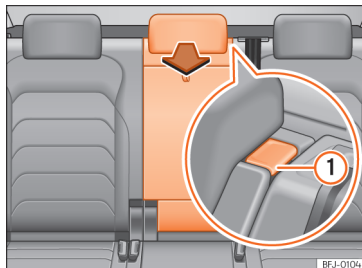

Abb. 207 Rücksitzlehne: Öffnung der Durchladeeinrichtung.
- Entriegelungstaste >>> [Abb. 207] ⓘ drücken und Deckel der Durchladevorrichtung nach vorn klappen >>> ⓘ.